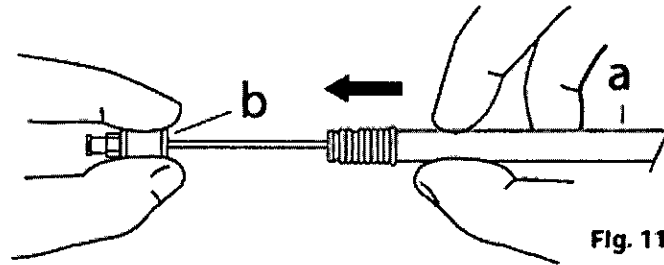

Fig. 11
2. Mantenga inmóvil el conector (b). El stent se desplegará al tirar del mango (a) hacia el conector (b). (Fig. 11)